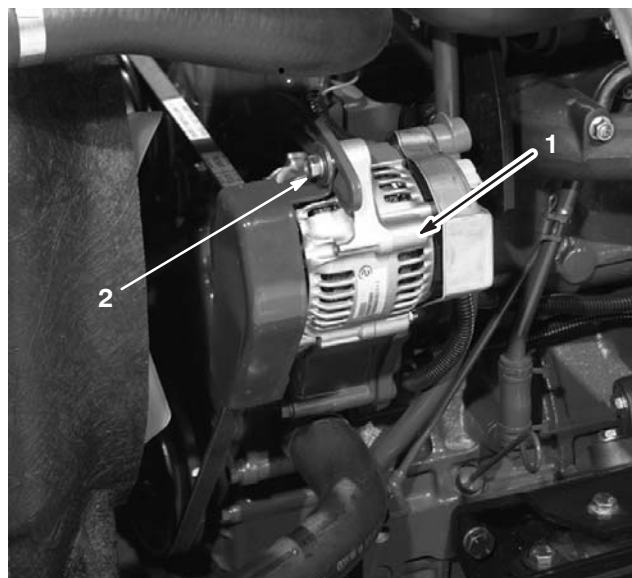

Bild 54
Prüfen Sie den Zustand und die Spannung der Treibriemen (Bild 54) alle 100 Betriebsstunden.
2. Lockern Sie bei einer Durchbiegung von weniger als 10 mm die Befestigungsschrauben der Lichtmaschine (Bild 54). Erhöhen oder reduzieren Sie die Spannung des Lichtmaschinen-Treibriemens und ziehen Sie die Schrauben wieder fest. Prüfen Sie die Riemen Spannung noch einmal auf korrekte Einstellung.